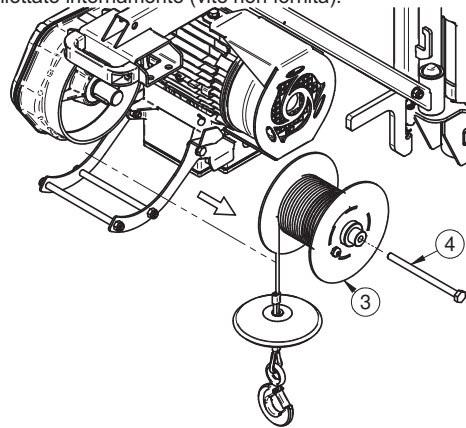

Fig. 4.2
2) Estrarre il tamburo (Rif.3 Fig.4.2), se rimane bloccato utilizzare una vite 5739 M16x150 (Rif.4 Fig.4.2) come estrattore da avvitare sul perno filettato internamente (vite non fornita).